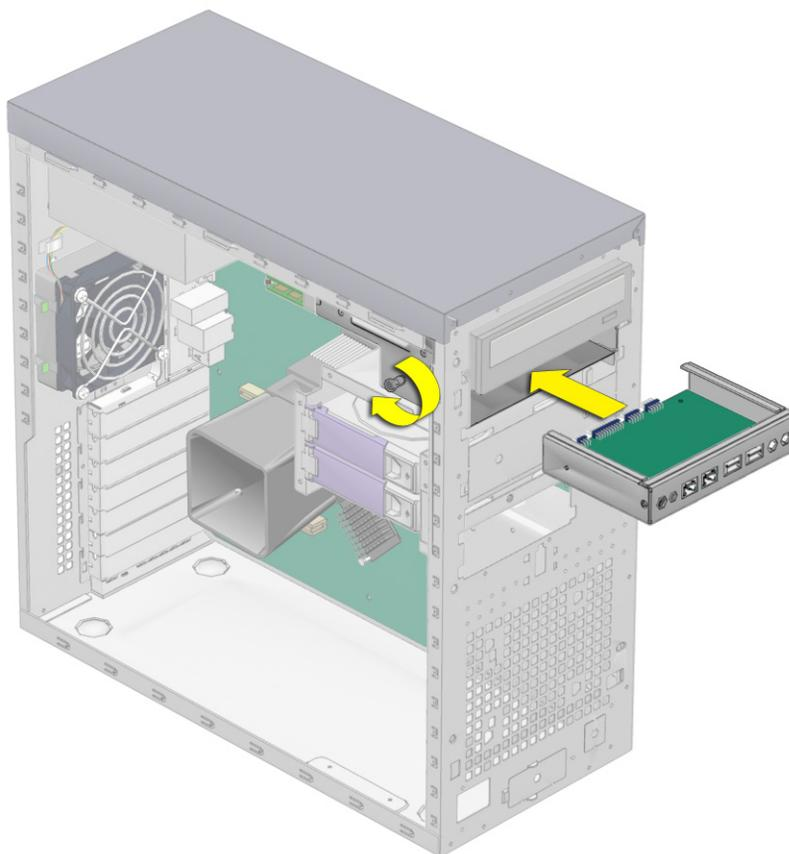

РИС. 4-32 Установка узла платы ввода-вывода
3. Продвиньте плату ввода-вывода через заднюю часть металлического основания платы ввода-вывода до положения, при котором передняя панель будет расположена заподлицо с вырезом накладки (см. РИС. 4-32).